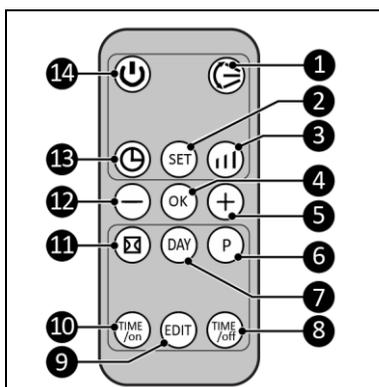

Figure 6
3. Appuyez sur la touche ON/OFF (figure 6, pos 14) :